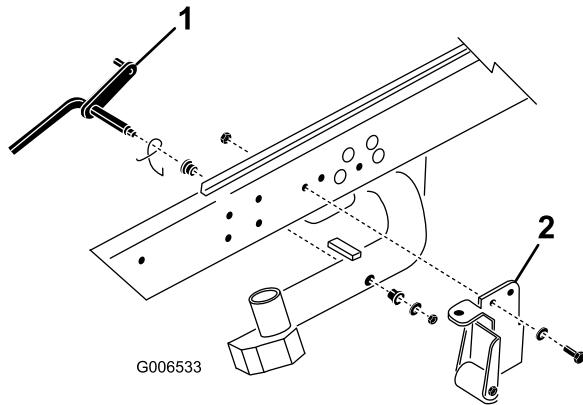

Bild 3
1. Entfernen Sie die Sicherungsmutter und die Scheibe, mit denen die Gelenkstange am Hubarm Nr. 2 befestigt ist (Bild 3). Nehmen Sie die Gelenkstange und die Feder vom Hubarm ab. Wiederholen Sie diese Schritte an den Hubarmen Nr. 1 und Nr. 3.
**Hinweis:** Die Stützhalterung der Kippvorrichtung mit der Rolle und die Stützhalterungen der Kippvorrichtung werden nicht für den Betrieb der DPA-Mähwerke benötigt (Bild 3). Sie können Sie ggf. entfernen.